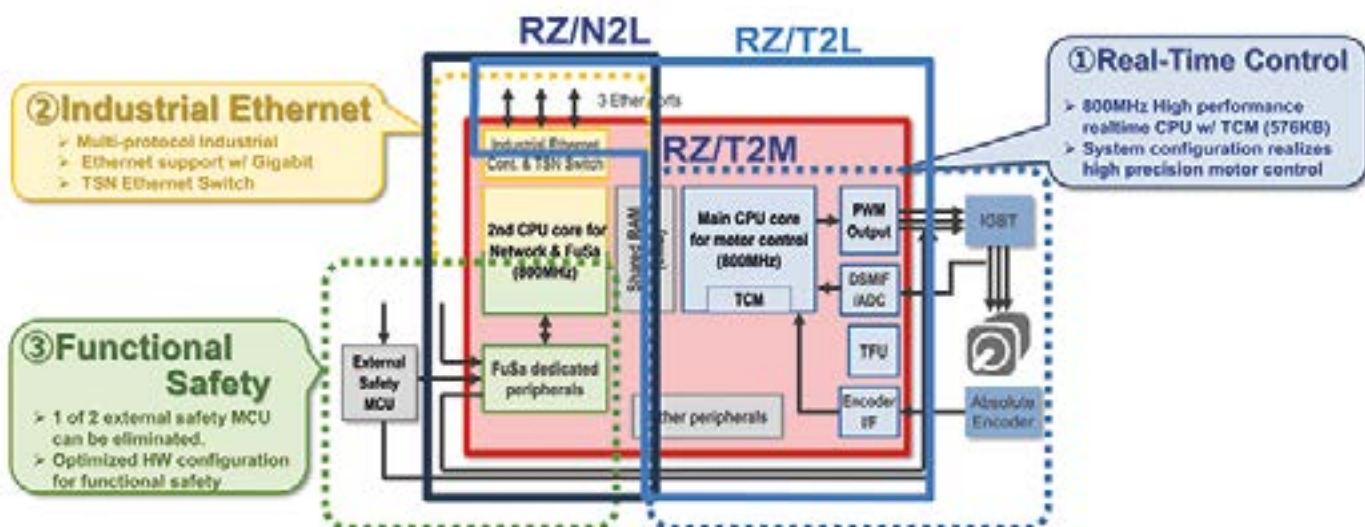

Figura 1. Relación de RZ/T2M, RZ/T2L y RZ/N2L.
características de producción. La escalabilidad se logra seleccionando series de chips de silicio, todas basadas en la misma arquitectura y compartiendo bloques de funciones periféricas (IP) para Ethernet, interfaces de memoria, temporizadores, UART, SPI, IIC, etc. Renesas Electronics realizó este concepto para la Serie MPU industrial RZ/T y RZ/N con soporte Ethernet multiprotocolo y procesamiento en tiempo real de alta gama para aplicaciones exigentes como control de servomotores. Los últimos dispositivos lanzados al mercado son RZ/T2M, RZ/T2L y RZ/N2L. La Figura 1 ilustra su relación.